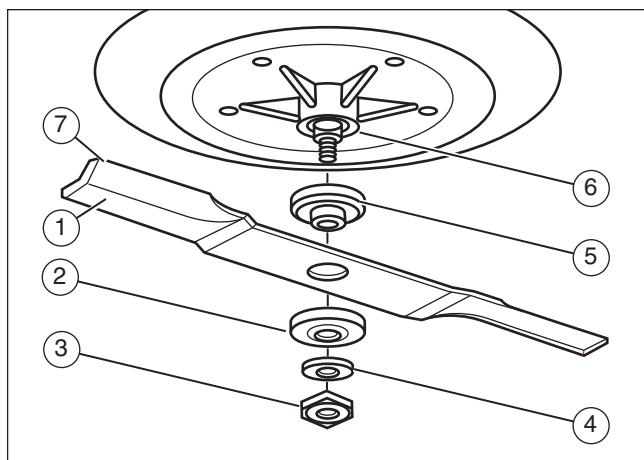

Figure 7
Si vous maintenez la lame (1) coupante et veillez à ce qu'elle ne s'abîme pas, les risques d'accidents en seront réduits (Figure 7). L'inspection de la lame devrait être fréquente afin de déterminer l'usure, les fissures et autres défauts.
3. Retirer l'écrou (3) qui retient la lame (1) (Figure 7).
4. Vérifier la lame et l'adaptateur de lame (5) en suivant les instructions dans "Inspection de la lame". La remplacer par une neuve si nécessaire. Consulter votre centre agréé le plus proche.
6. Monter la lame et l'adaptateur de lame sur l'axe (6).
7. Monter la lame de manière à ce que les bords relevés (7) soient en hauteur. Si la lame est à l'envers, la lame ne coupera pas correctement et risquera de provoquer un accident.
8. Attacher la lame à l'aide des rondelles et de l'écrou. S'assurer que le rebord extérieur de la rondelle Belleville (2) est contre la lame.